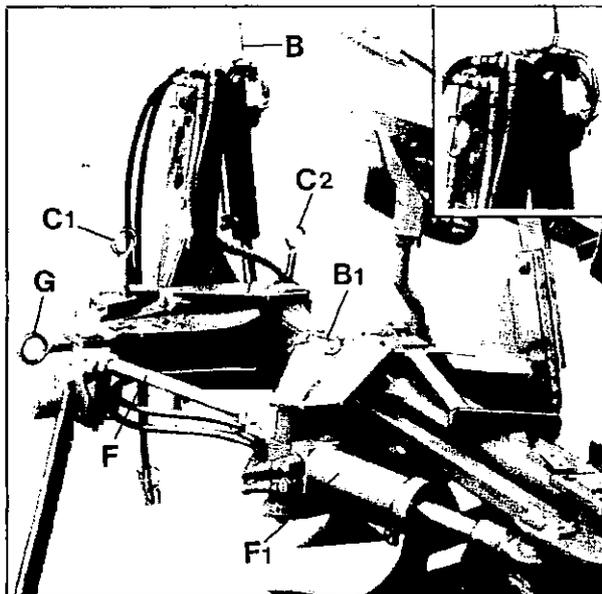

Fig.2
**Arbeitsbreitenverstellung:** nach dieser Grundeinstellung (Zugpunkt, Erstkörper-Schnittbreite) ist die Arbeitsbreite zu verstellen - mechanisch bzw. hydraulisch, mit Spannschloß bzw. Zylinder F1 (Fig. 2 + 3). Der Zugpunkt und die Schnittbreite des 1. Körpers werden dabei automatisch angepaßt.
- b) Drehzylinder wie Fig. 2: durch Druckgebung entgegengesetzt wie zum Drehen - Druck auf Anschluß T (ist am Zylinder gekennzeichnet).
Bei hydraulischer Breitenverstellung oder/und Rahmenschwenkeinrichtung den Pflug "schmal" hinter den Schlepper stellen und mit Stecker B1 sichern (Fig. 2 bzw. 3).